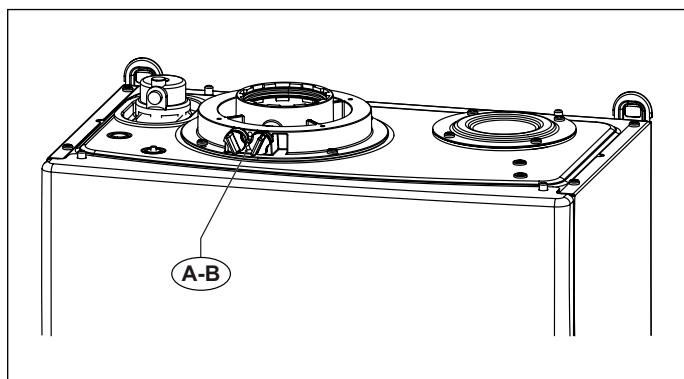
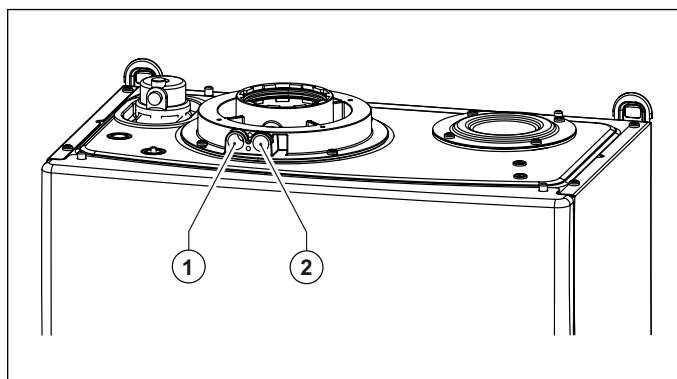

Fig. 21 Posizione tappi
Fig. 22 Posizione fori
La caldaia è provvista di una torretta per il collegamento della tubazioni di aspirazioni aria/scarico fumi (vedi Fig. 21 Posizione tappi e Fig. 22 Posizione fori).
Nella torretta sono stati predisposti dei fori per l'accesso diretto all'aria comburente ed allo scarico dei fumi (vedi Fig. 22 Posizione fori).
Prima di effettuare le misurazioni togliere i tappi **A** e **B** dai fori predisposti sulla torretta (vedi Fig. 21 Posizione tappi).
- misura dell'aria comburente prelevata nell'apposito foro **1** (vedi Fig. 22 Posizione fori).
- misura della temperatura fumi e della CO2 prelevata nell' apposito foro **2** (vedi Fig. 22 Posizione fori).